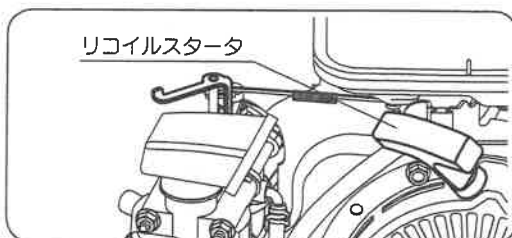

図13
- ④リコイルスタータを引っ張り、エンジンが始動したらチョークレバーを徐々に「全開」位置にします。(図13)